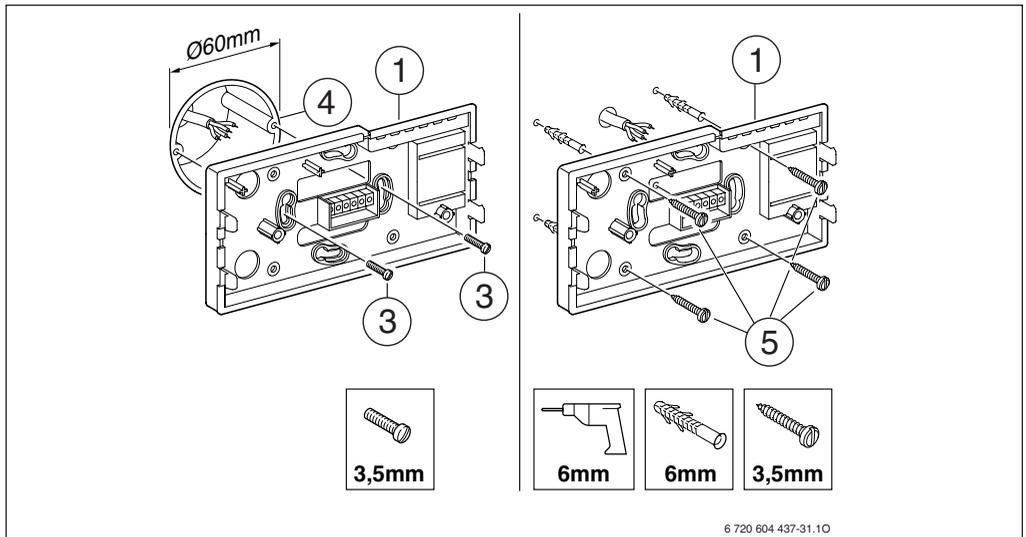

Bild 17
- ▶ Sockel (1) mit zwei Schrauben (3) auf eine handelsübliche Unterputzdose (4) mit  $\varnothing$  60 mm montieren (→ Bild 17).
- ▶ Sockel (1) mit vier Schrauben (5) direkt auf der Wand befestigen (→ Bild 17).
- ▶ Regleroberteil (2) aufstecken.